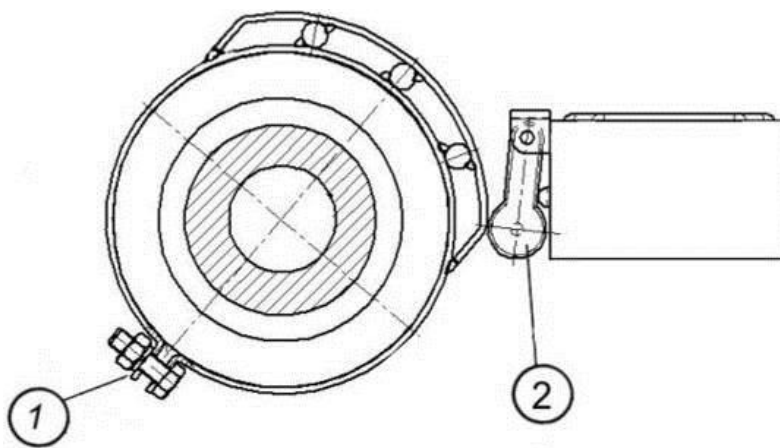
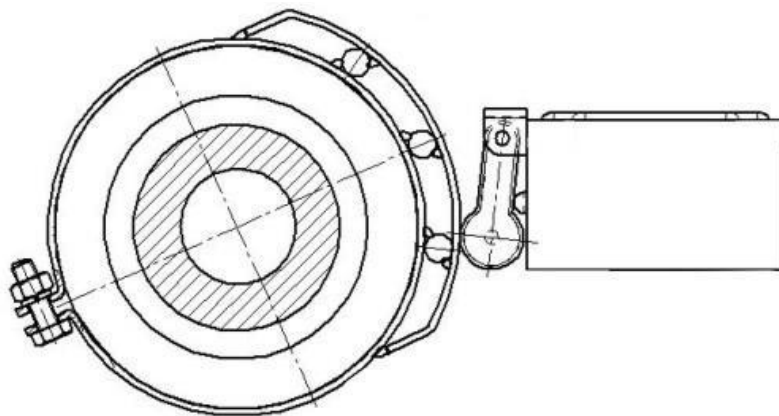

Рис. 6.4.11
Рис. 6.4.13
3. Ослабьте зажим кулачка 1 на передней балке и поворачивайте кулачок до тех пор, чтобы ролик концевого выключателя 2 находился в конце наклонного выступа и был сжат (рис.6.4.11). Закрутите зажим кулачка 1.
5. В рабочем положении при севе, когда рабочие органы находятся в земле, выключатель сжат, и ролик находится на выступе кулачка (рис.6.4.13).
ЭТО ВАЖНО: Конструкция концевого выключателя подразумевает две пары контактов при подключении электропровода к нему. Одна пара работает на замыкание контактов, другая на размыкание. При подключении электропроводов нужно использовать пару контактов, работающую на **размыкание** – нормально-замкнутую. То есть в рабочем положении посевного комплекса при севе (рис.6.4.11 и рис.6.4.13) контакты концевого выключателя должны быть разомкнуты.